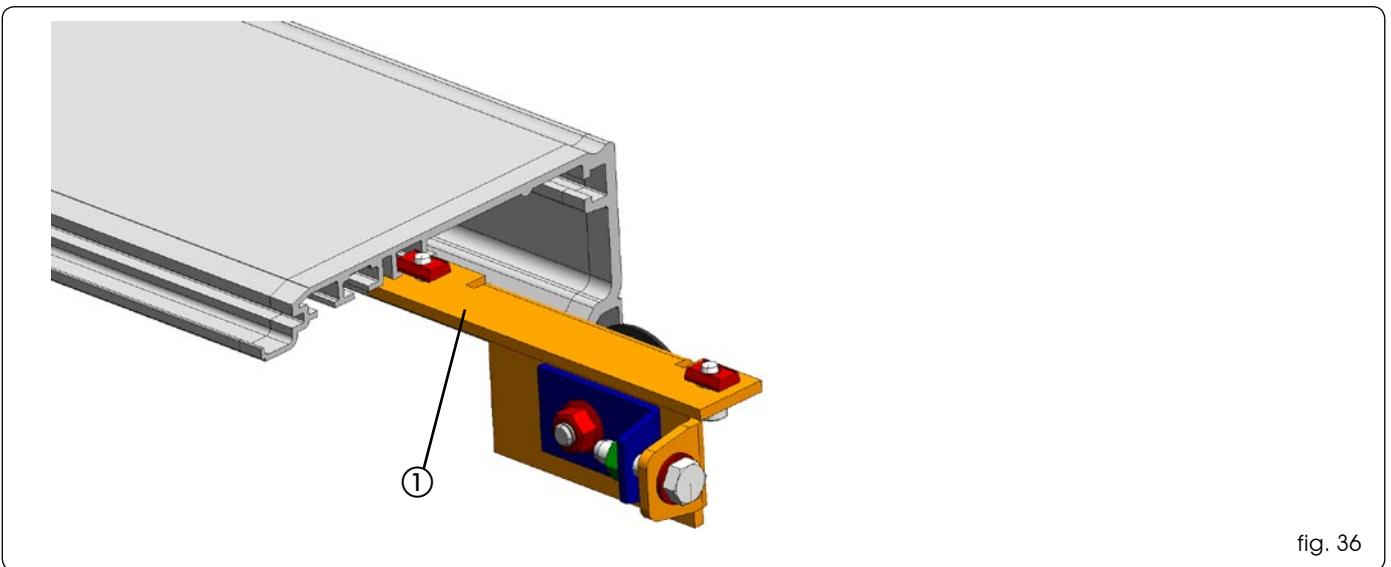

fig. 36
Inserire gruppo di rinvio come in fig.36 rif. ①